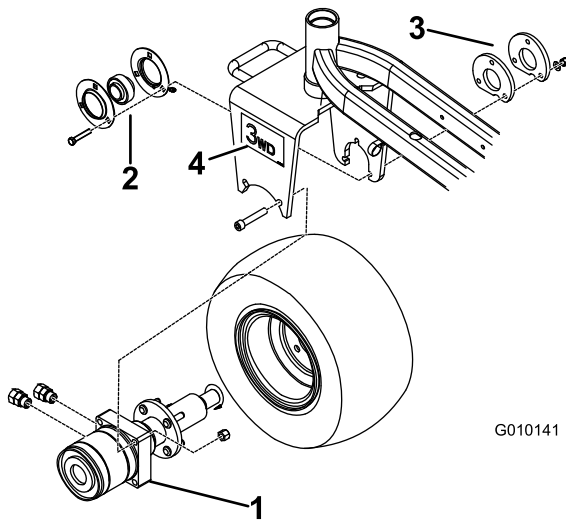

Figura 2
1. Retire el engrasador del conjunto de motor y cubo nuevo (Figura 2).
4. Inserte las bridas y el cojinete en el extremo del eje del motor, tal y como se muestra en la Figura 2.
3. Espaciador de montaje (2)
4. Pegatina (2)
5. Monte los 2 acoplamiento rectos en un lado del conjunto del motor (Figura 2).
Nota: Asegúrese de que los conectores del motor estén orientados hacia atrás (Figura 2).
7. Sujete el motor provisionalmente en el interior de la horquilla con 2 tornillos allen y tuercas (Figura 2).
Nota: El engrasador debe estar orientado hacia abajo en la brida (Figura 2).
15. Coloque una pegatina en cada lado de la horquilla (Figura 2).